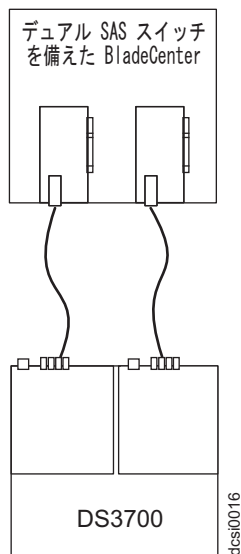

図 42. 1 台の BladeCenter ユニットに接続された DCS3700 の例
2. 予備のホスト接続を作成するには、2 番目の SAS 接続モジュールから、DCS3700 の他のコントローラーのホスト・コネクタに SAS ケーブルを接続します。デュアル・コントローラー DCS3700 で作成できる冗長ホスト接続の数は最大 2 つだけです。68 ページの図 42 に示すように、BladeCenter から DCS3700 コントローラーのホスト・ポートごとに 1 つの接続を行います。